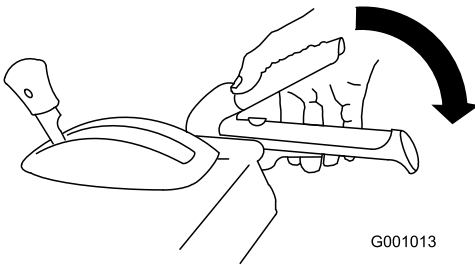

Figura 28
2. Cuplați maneta angrenajului melcat/rotorului și țineți-o în poziția respectivă (Figura 28).